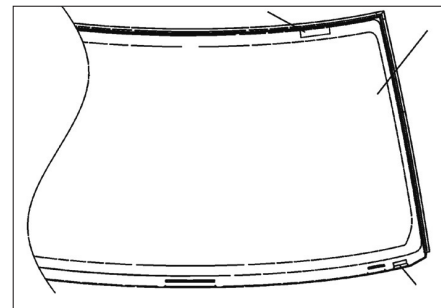

FIG. 3
- Placer les fixations neuves **(Fig.3)**